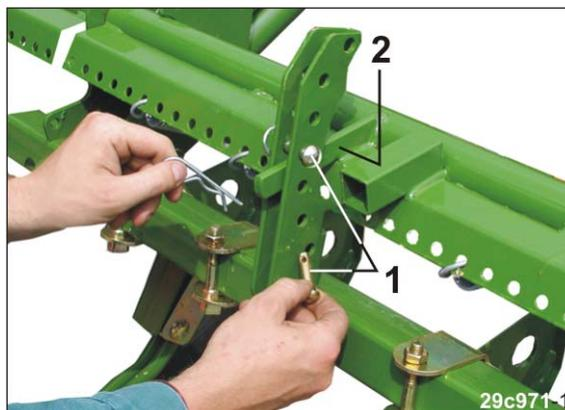

Fig. 137
3. Insertar un perno (Fig. 137/1) por encima y por debajo del tope (Fig. 137/2) en el segmento de ajuste y asegurarlos con pasadores clavija.